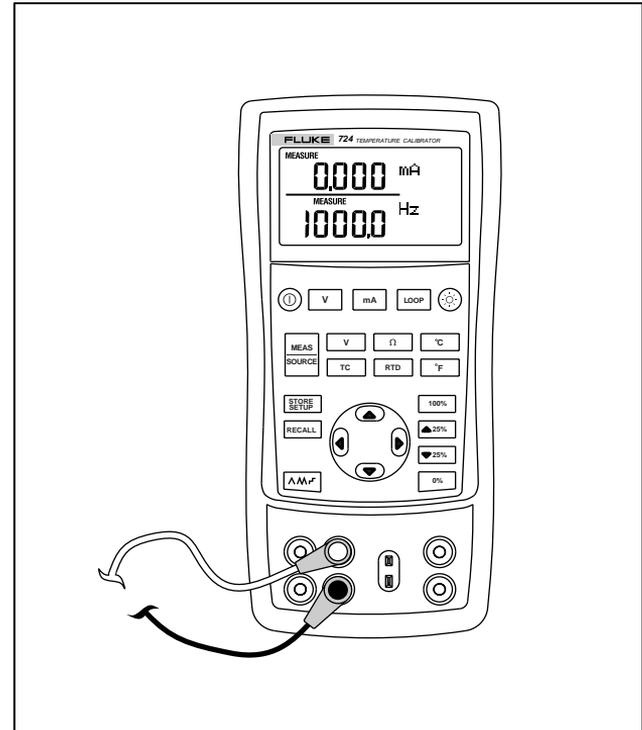

Figura 9. Misura di grandezze elettriche
1. Collegare il calibratore come indicato nella figura 9.